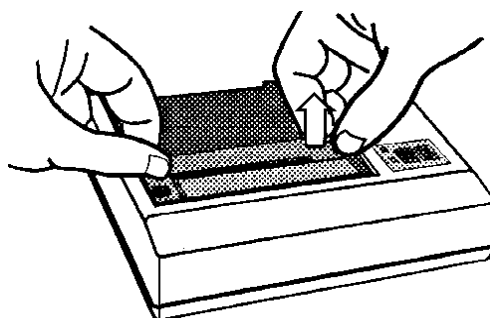

Bild 6
- Entfernen Sie das Farbband (Bild 6), wobei Sie bitte die auf der Farbbandkassette befindliche Prägung "PUSH" beachten. An dieser Stelle mit dem Finger leichten Druck auf die Kassette ausüben, wodurch sie sich auf der gegenüberliegenden Seite anhebt und aus der kleinen Antriebswelle des Druckwerkes löst. Die Kassette kann jetzt mühelos nach oben entfernt werden.